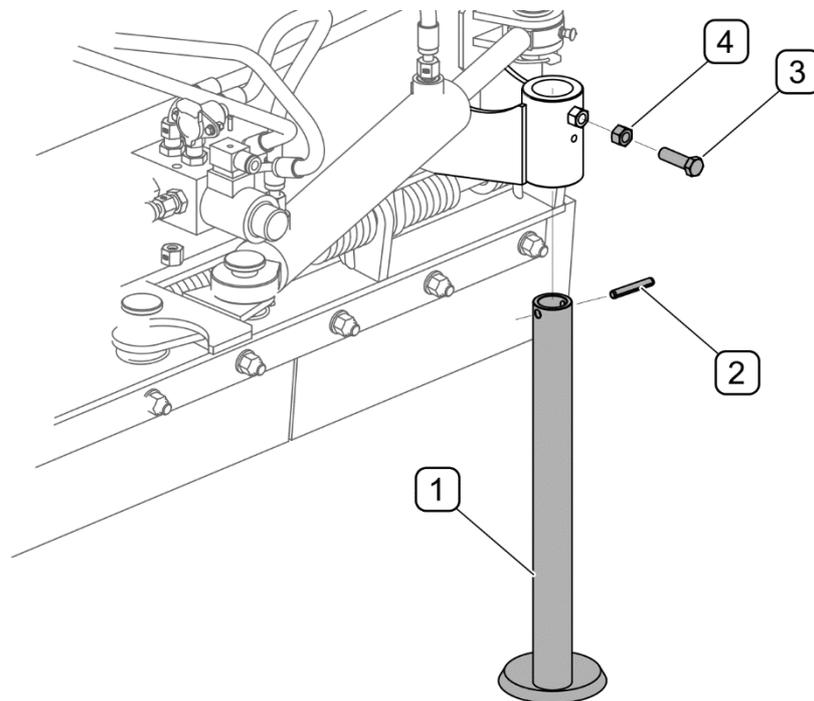

ABBILDUNG 5.2 Auswechslung des Gleitfußes
(1) – Gleitfuß; (2) – Spannstift; (3) – Schraube M10x30-8.8; (4) – Kontermutter M10-8
Sind die Gleitfüße (ABBILDUNG 5.2) übermäßig abgenutzt bzw. beschädigt, müssen sie gegen neue ersetzt werden. Den Pflug anheben und mit ausreichend stabilen Stützen abstützen. Wenn der Pflug am Trägerfahrzeug angeschlossen und angehoben wird, muss er zusätzlich gegen Herabfallen gesichert und das Fahrzeug abgeschaltet werden (Motor abstellen und Feststellbremse anziehen). Den Spannbolzen (2) entfernen, die Kontermutter (4) lösen und die Befestigungsschraube (3) des Gleitfußes herausschrauben. Die Gleitfüße und sonstige Elemente auf Schäden prüfen. Die Montage in umgekehrter Reihenfolge durchführen. Die Vorgehensweise bei der Auswechslung des rechten und linken Gleitfußes ist identisch. Die Auflistung der Teile des Gleitfußes einschließlich der Katalognummern in TABELLE 5.2 dargestellt.